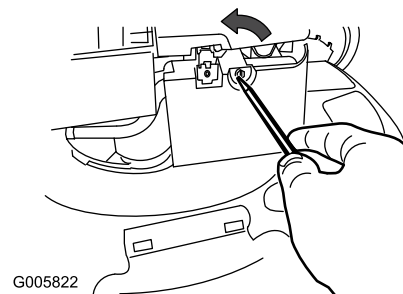

Figure 16
- Ouvrez le couvercle du filtre à air avec un tournevis (Figure 16)